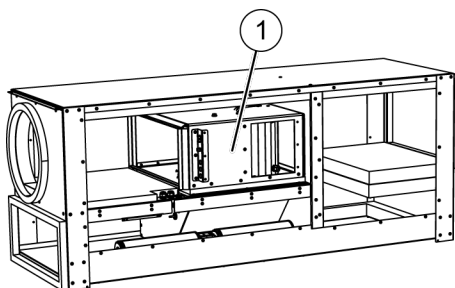

Abb. 29: Abluftventilator
- 15.** ▶ Kabelverbindungen zum Abluftventilator (Abb. 29/1) trennen.